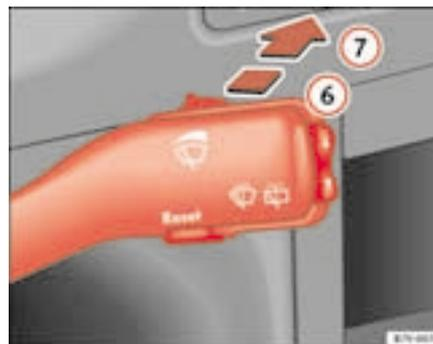

Abb. 81 Scheibenwischer- und Scheibenwischerhebel: Scheibenwischer für die Heckscheibe
- Drücken Sie den Hebel nach vorne in Raste ⇒ Abb. 81 ⑥. Der Wischer arbeitet etwa alle 6 Sekunden. ▶
- Drücken Sie den Hebel ganz nach vorne in die Position ⇒ Seite 121, Abb. 81 **7**. Die Waschautomatik für die Heckscheibe schaltet sich sofort ein, wogegen die Wischautomatik etwas verzögert aktiviert wird. Beide Funktionen sind in Betrieb, solange der Hebel sich in dieser Stellung befindet.